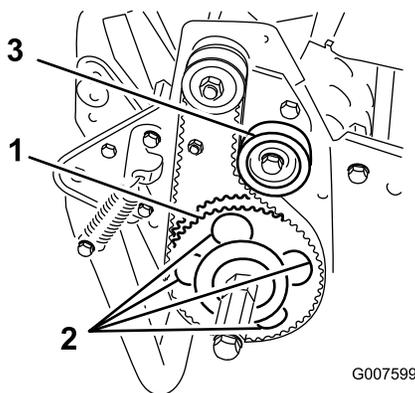

Рисунок 48
7. Поворачивайте ведомый шкив валика до совмещения с 4 винтами буртика подшипника валика (Рисунок 48).
11. Отрегулируйте натяжение ремня и затяните винт крепления натяжного шкива. (Рисунок 48).